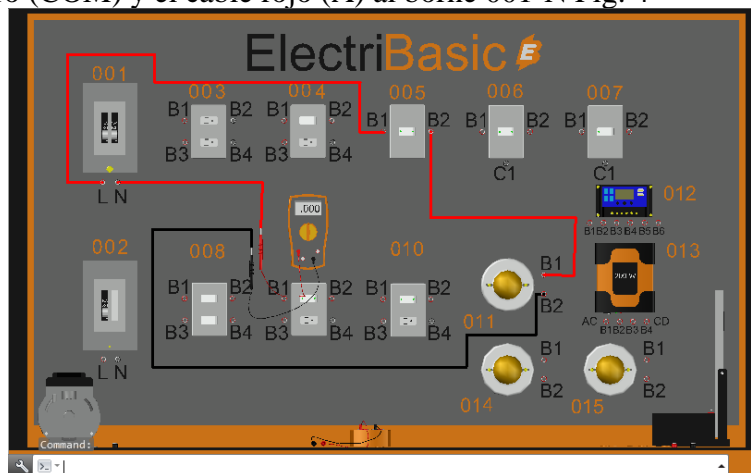

Fig. 4 Medición de corriente en luminaria.
7.- Colocar el multímetro en serie con el circuito (A) cable rojo y COM cable negro, colocándolo 011-B2 con el cable negro (COM) y el cable rojo (A) al borne 001-N Fig. 4